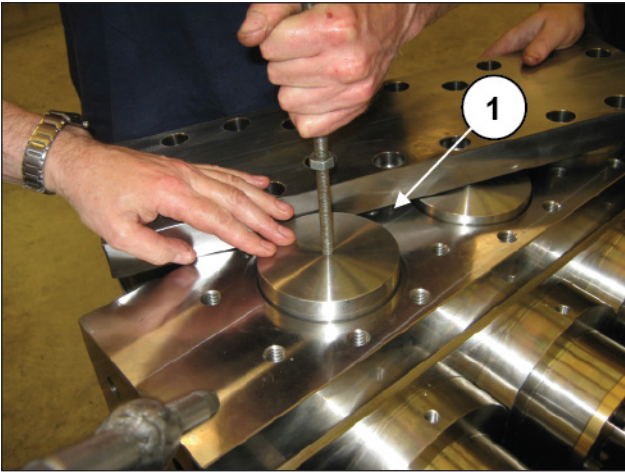
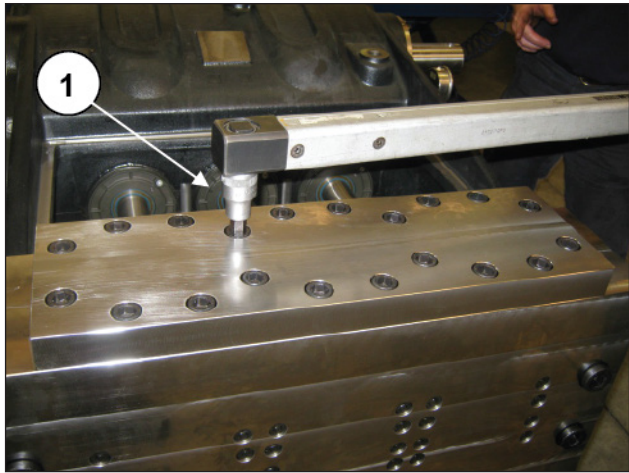

图 195
图 196
插入带有O形圈和抗挤压环的阀塞，并安装阀盖（位置①，图 195）并拧紧24个M16螺钉（位置①，图 196）。按照第3节的说明，利用测力扳手调节M24螺钉。